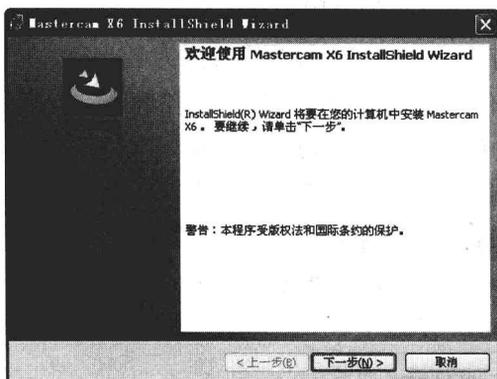

图 1-3 “Mastercam X6 InstallShield Wizard”界面
**STEP 03** 随后弹出如图 1-3 所示的“Mastercam X6 InstallShield Wizard”界面。